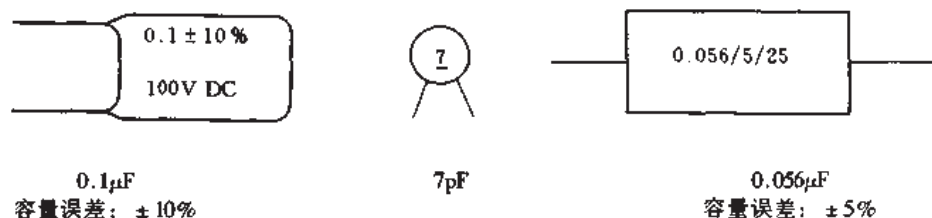

图 2.1.42 国外电容器容量不标单位的直接表示法
② 不标单位的直接表示法。在这种表示法中，如果用一位到四位大于 1 的数，则容量单位为 pF 。若用零点儿或零点零几表示的，其单位一般是 μF 。如 2200 则表示该值为 $2200pF$ ；0.047 表示 $0.047\mu F$ 。图 2.1.42 所示电容器的容量都是采用不标单位的直接表示法来标志的。
(2) 数码表示法 电容器数码表示法，一般用三位数来表示容量的大小，其单位为 pF (皮法)，而前面的两位数字表示容量值的有效数字，第三位数字表示有效数字后面要加多少个零 (即乘以 10^x ，x 为第三位数字)。如 223 为 $22 \times 10^3 (pF) = 22000pF = 0.022\mu F$ 。又如 339，第三位出现了“9”，则说明该电容的容量在 $1 \sim 9.9pF$